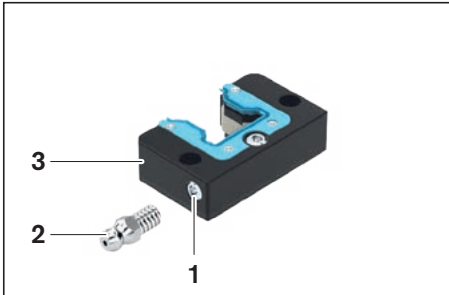
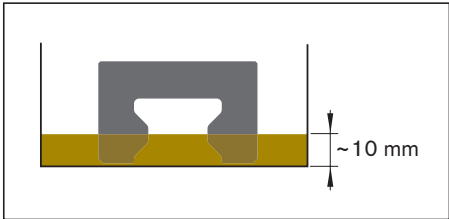

Figura 1
Figura 2
- Sacar el pasador roscado del taladro de lubricación (figura 1, posición 1) y guardarlo.
- Enroscar el engrasador (2).
- Ubicar la unidad de lubricación adicional (3) de forma plana, rellenar con la cantidad de aceite de la tabla 1 y dejar aprox. 36 horas en reposo.
- Para el tamaño 20, bajo: unidades de lubricación adicional para aprox. 36 horas en un recipiente con 10 mm de altura de aceite (véase la figura 2).
- La unidad de lubricación adicional tamaño 20, bajo, **no** se puede rellenar a través de la conexión de lubricación (véase figura 2).